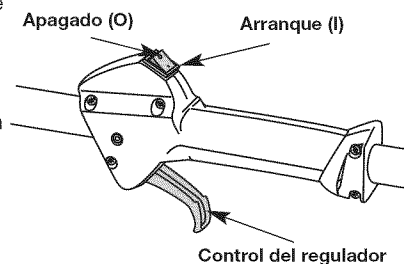

Fig. 9
NOTA: No hay necesidad de arrancar la unidad. El control de Encendido/Apagado está en la posición ENCENDIDO (I) en todo momento (Fig. 9).
2. Coloque el control de encendido y apagado en posición de APAGADO (O) (Fig. 9).
- Coloque el control de encendido y apagado en posición de APAGADO (O) (Fig. 9).